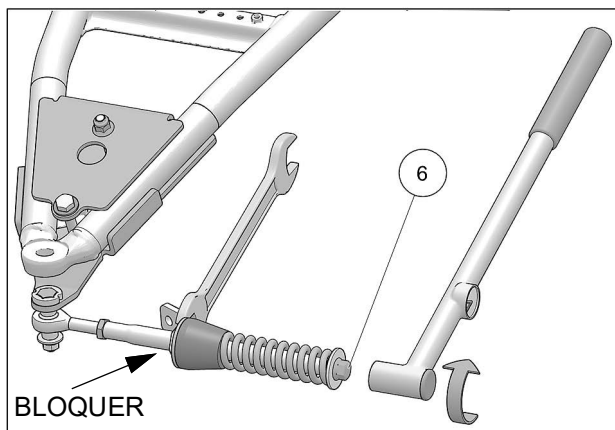

Fig. 26
15. Vérifier que le boulon du ressort (6) est serré au couple recommandé: 75 Nm [55 lb•pi]. Assurez-vous de bloquer en position, l'écrou devant l'amortisseur en caoutchouc. Voir Fig. 26